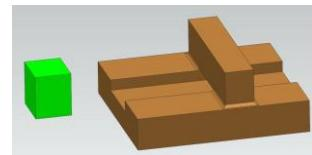
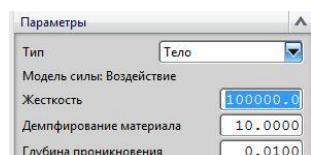
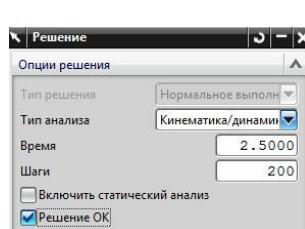

рис.29
Рис.30
рис.32
- Моделирование непреодолимого препятствия вы можете посмотреть в готовом примере **Prim_Preytstvie** (рис.29). При этом необходимые параметры упора показаны на рис.30, а рекомендуемые параметры *Решения* – на рис.32.
- В готовом примере рис.29 зеленое тело перемещается под действием *внешней силы*. А точнее - под действием *векторной силы*. Но о внешних силах и моментах речь пойдет в следующем параграфе.